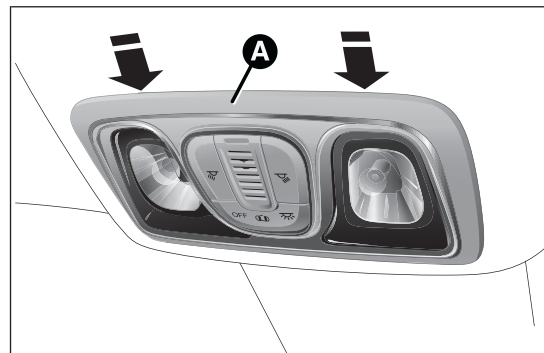

fig. 179
- enlever le plafonnier A fig. 179 en agissant sur les points indiqués par les flèches ;
- fixer le plafonnier A fig. 179 dans son logement en s'assurant qu'il est correctement bloqué.